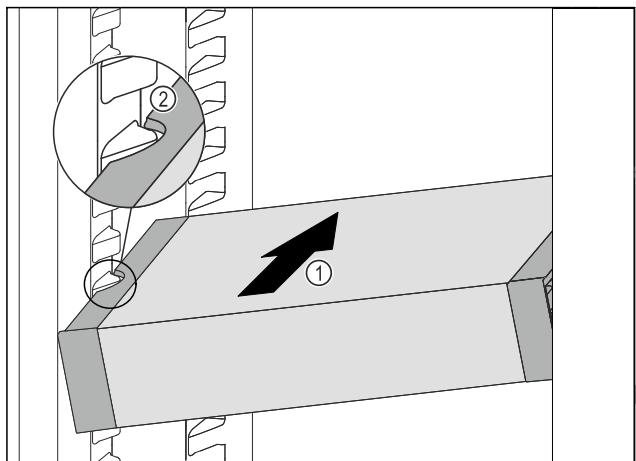

Fig. 78
- Вставити VarioSafe під кутом в охолоджувальне відділення Fig. 78 (1), доки бокові поглиблення Fig. 78 (2) VarioSafe не будуть на рівні ребра для резервуара в охолоджувальному відділенні.